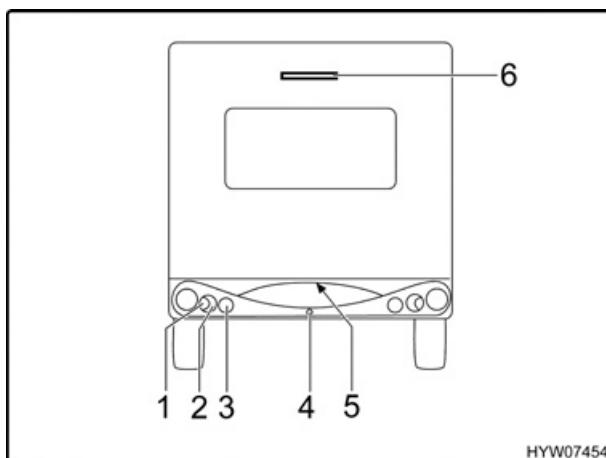
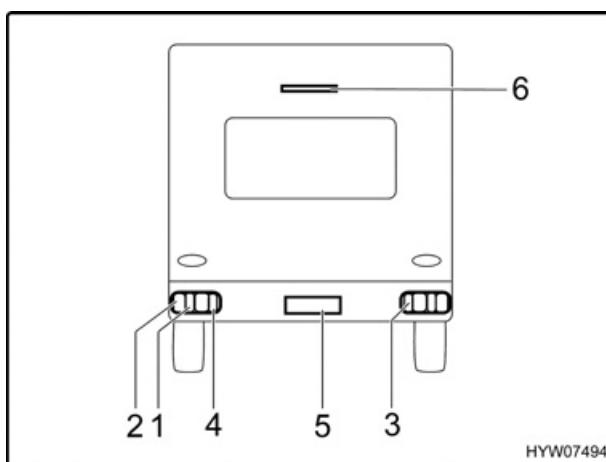

Fig. 102 Luci posteriori (Nova)
Fig. 103 Luci posteriori (Living)
- Svitare le viti degli involucri (Fig. 102,1 a 3 e 5 o Fig. 103,1 a 5).
- La terza luce freno (Fig. 102,6 o Fig. 103,6) va sostituita assieme al suo involucro.
- ▷ Per sostituire la luce posteriore antinebbia (Fig. 102,4) rivolgersi ad un concessionario **HYMER** oppure ad un punto di assistenza **HYMER**.